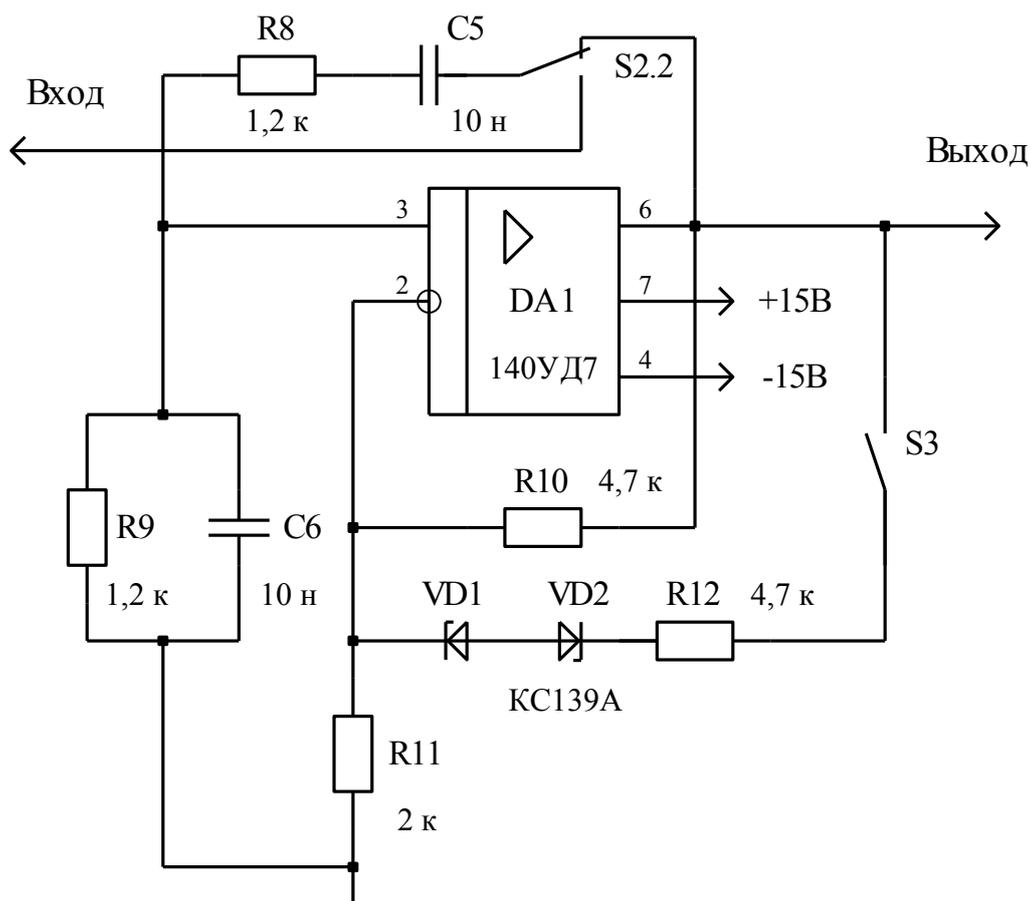

Рис. 4.2. Генератор с мостом Вина
Генератор с мостом Вина (рис.4.2) также использует  $RC$ – цепь, кото-
Изучить принципиальную схему генератора с мостом Вина (рис.4.2).
4.3.6. Рассчитать частоту генерации для схемы на рис.4.2.